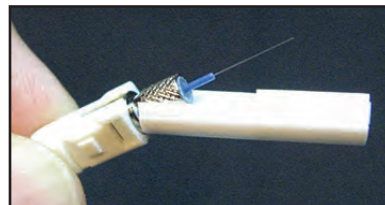

Figura 1
3. Prendendo o conector com firmeza, puxe o protetor de clivagem para baixo, para removê-lo do conector (Figura 1).